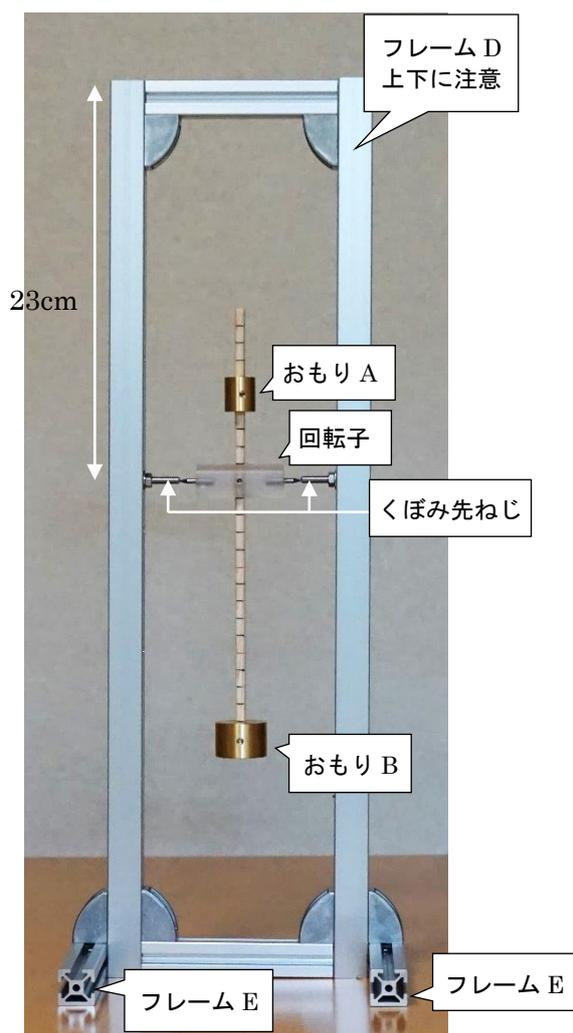
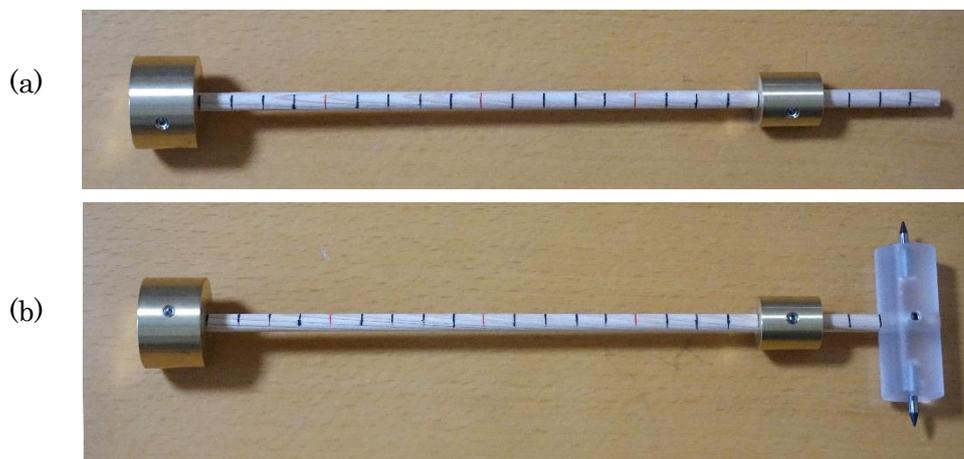

図 1-12 実体振り子装置の全体写真
図 1-16 (a) おもり A を取り付けた状態 (b) 回転子を取り付けた状態
【課題の概要】 装置全体の写真を図 1-12 に、その模式図を図 1-13 に示す。図 1-12 の m_1 はおもり A の質量、 m_2 はおもり B の質量を表す。図 1-12 のような装置を組み立て、おもりのついた棒を振動させる。
1. 図 1-12 に示すように、四角いフレーム D には、上から 23.0 cm の位置に回転子を取り付けるためのくぼみ先ねじが取り付けられている。フレーム D の上下に注意しながら、長さ 20 cm のフレーム E (2 本) をフレーム D にブラケットで取り付け、装置の支持台とする (図 1-14)。
3. 小さい方のおもり A（課題 1-1 で使用したもの）を棒に通し，図 1-13 の $a=20.0$ cm の位置に固定する（図 1-16(a)）。
4. 棒を回転子に通し，図 1-13 の $b=24.0$ cm の位置^(注)に回転子を六角レンチで固定する。回転子の両側にねじが付いているが，どちらか片方のねじだけを締めればよい（図 1-16(b)）。
(注) 図 1-16(b)の回転子の位置は図 1-12 とは異なり，おもり A の上にあるが，問 1-7 で指示するように，この位置は次第に下の方へ移動していく。